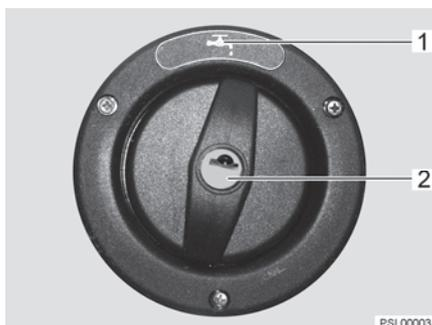

Bild 76 Verschlussdeckel für Trinkwasser-Einfüllstutzen
Der Trinkwasser-Einfüllstutzen ist mit dem Symbol "☰" (Bild 76,1) gekennzeichnet. Der Verschlussdeckel wird mit dem Schlüssel für die Außenklappenschlösser geöffnet und verschlossen.
- Schlüssel in Schließzylinder (Bild 76,2) stecken und eine viertel Umdrehung entgegen dem Uhrzeigersinn drehen.
- Trinkwasser-Einfüllstutzen (Bild 76) öffnen.